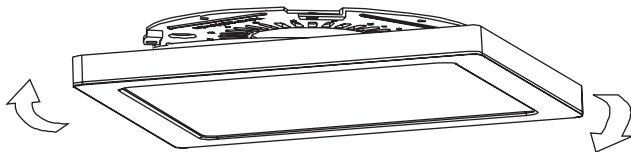

Fig. 3B
4. Press the luminaire into the mounting plate grooves and rotate clockwise in desired position (Fig. 3B).
4. Pousser le luminaire dans les rainures de la plaque de montage et le faire tourner dans le sens des aiguilles d'une montre dans la position souhaitée (Fig. 3B).